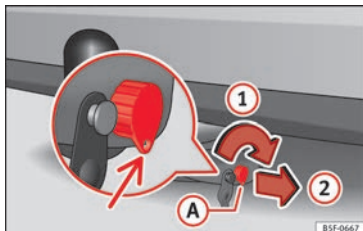
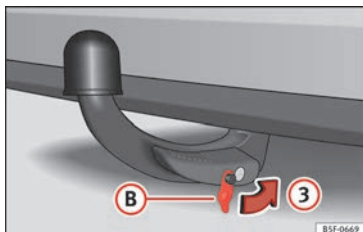

Fig. 237 Bloccare la serratura
Fig. 238 Collocare il coperchio sulla serratura
- Girare la chiave (A) nel senso della freccia ① finché la parte bucata della chiave non raggiunge la sua posizione inferiore » fig. 237.
- Estrarre la chiave nel senso della freccia ②.
- Collocare il coperchio (B) nella serratura nel senso della freccia ③ » fig. 238 » ⚠.